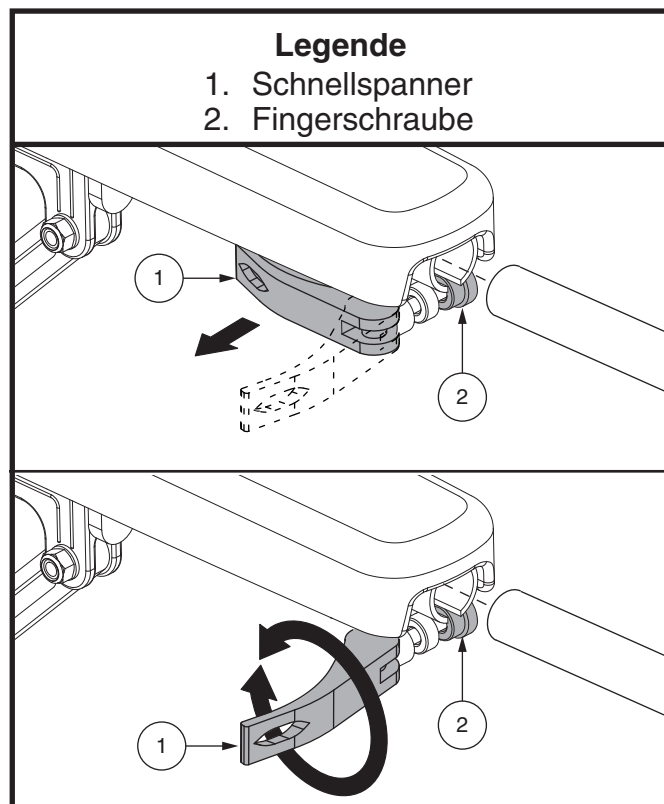
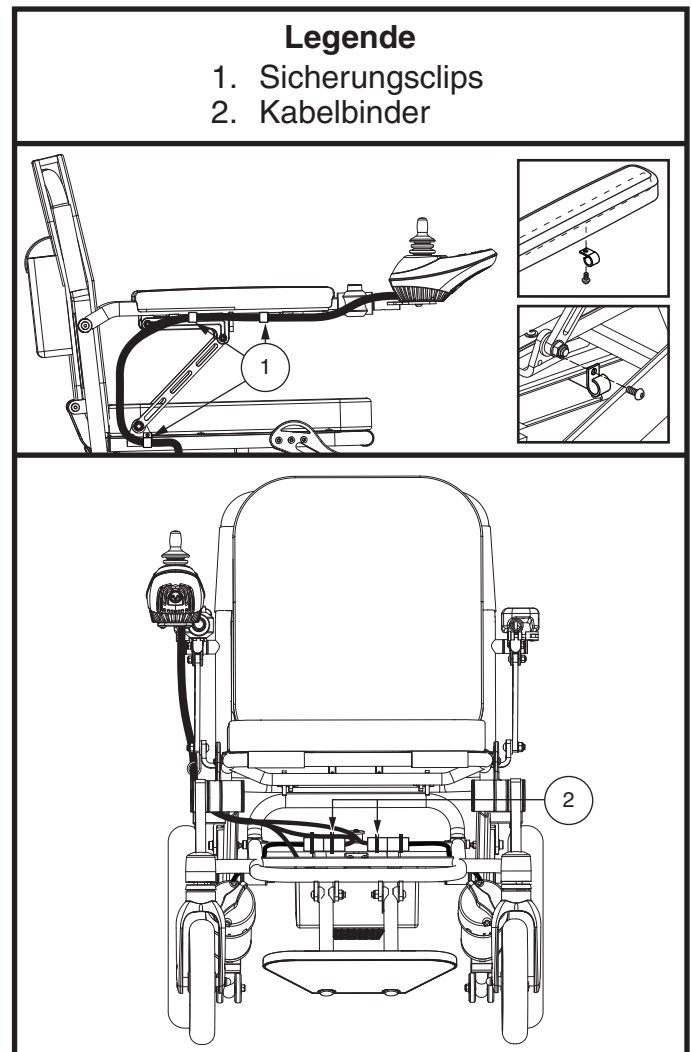

Abb. 6. Montage/Demontage von Armlehnenkomponenten
Abb. 10. Position des Steuerpults
4. Stecken Sie die Steuerung in die Armlehne und ziehen die Fingerschraube an. Ziehen Sie anschließend den Schnellspanner fest. **Siehe Abb. 6.** Hängen das Kabel der Steuerung in die Sicherungsclips ein. **Siehe Abb. 10.**
3. Lösen Sie den Schnellspanner und dann die Fingerschraube. Entfernen Sie anschließend die Steuerung von der Armlehne. **Siehe Abb. 6.**
3. Haken Sie das Kabel der Steuerung aus den Sicherungsclips aus. Entfernen Sie die Sicherungsclips und bringen diese an der anderen Seite an. **Siehe Abb. 10.**
11. Befestigen Sie das Kabel der Steuerung mit Kabelbindern am Rahmen und hängen es in die Sicherungsclips ein. **Siehe Abb. 10.** Stellen Sie sicher, dass die Armlehne frei angehoben und abgesenkt werden kann, ohne dass das Kabel belastet wird, damit sich die Sicherungsclips nicht lösen.